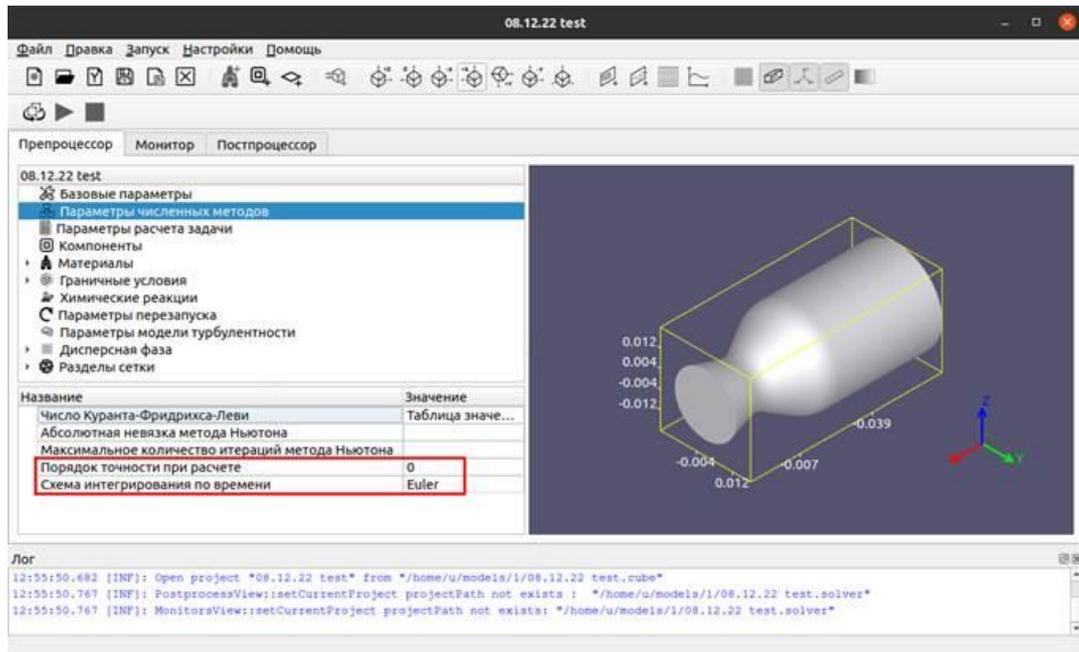

Рисунок 3.63 – Добавленные параметры
- «Абсолютная невязка точности решения метода Ньютона» при восстановлении значений примитивных (неконсервативных) из консервативных переменных (рис. 3.63);